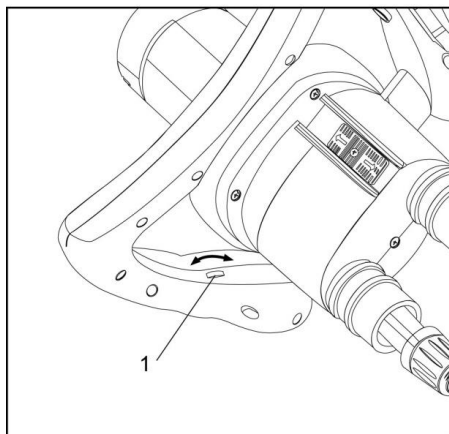

Рис.4
Поворачивать электронный регулятор (1) (Рис.4) для изменения скорости.